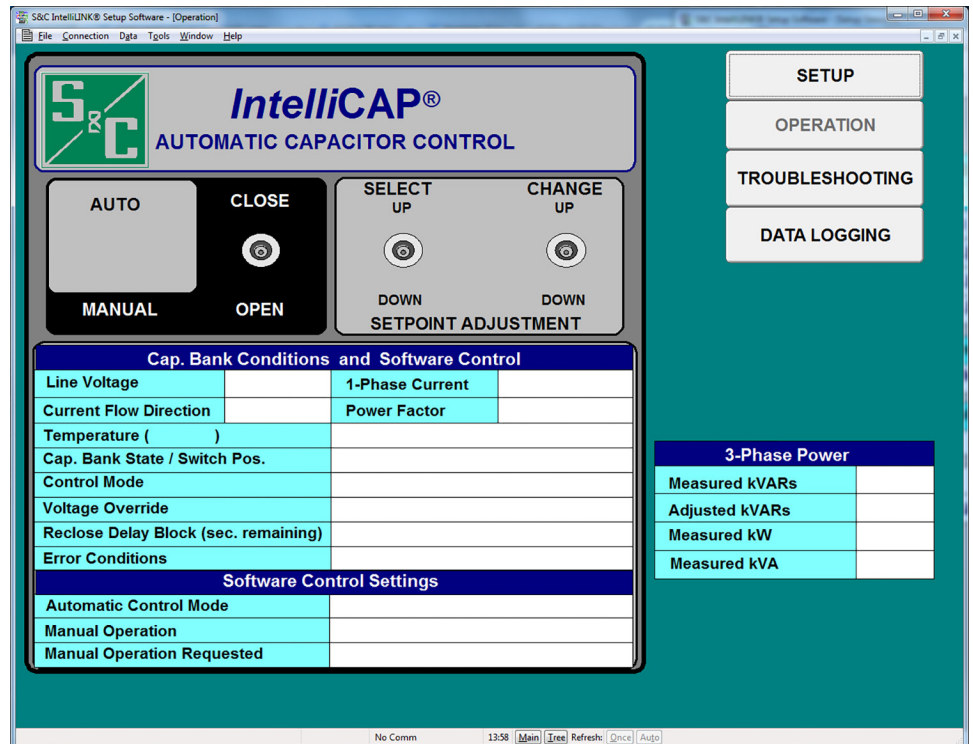
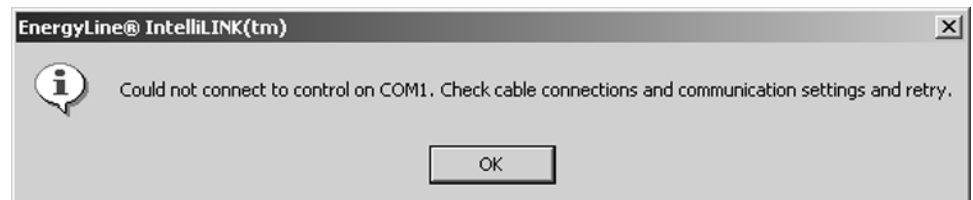

Figura 1. Tela de Operação (versão var).
Figura 2. Caixa de diálogo informando que o computador não pode se conectar ao controlador.
PASSO 3. Abra o software IntelliLink dando um clique duplo no ícone IntelliLink na pasta EnergyLine em *Start>Programs>EnergyLine>IntelliLink*. O logo EnergyLine é exibido e o software tenta estabelecer comunicação com o controlador. A tela *OPERAÇÃO* é aberta quando a comunicação com o controlador estiver estabelecida. Ver Figura 1 na página 9. Se o software IntelliLink não conseguir estabelecer comunicação imediata com o controlador, ele tenta então fazê-lo em todas as taxas de baud possíveis. Se mesmo assim não conseguir, ele apresenta a caixa de diálogo mostrada na Figura 2 da página 9.